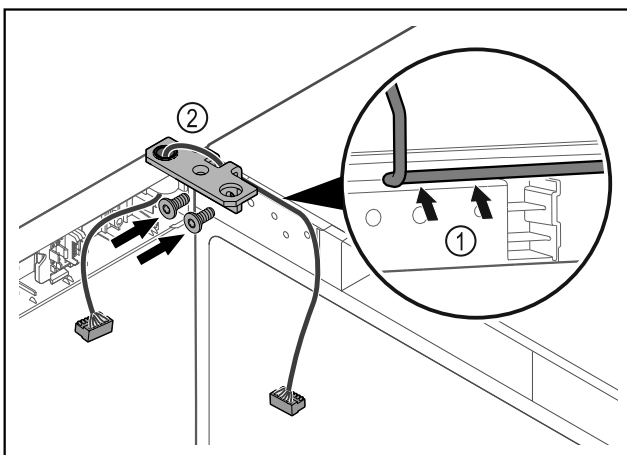

Fig. 43
- ▶ Проведите кабель через отверстие в шарнирном уголке и аккуратно уложите его Fig. 43 (1).
- ▶ Привинтите шарнирные уголки Fig. 43 (2).